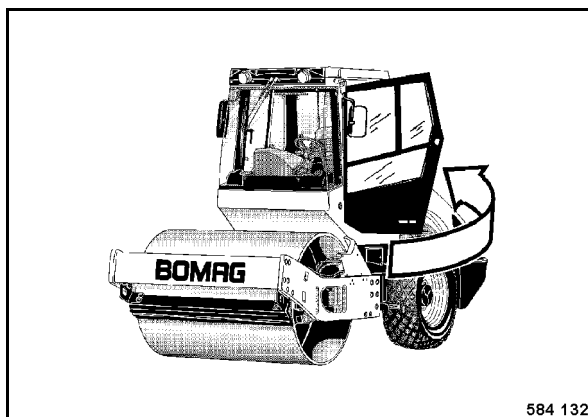

Fig. 52
- Close the cabin door (Fig. 52).